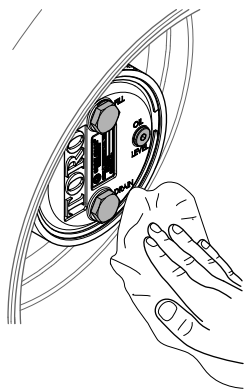

Рисунок 109
- Начисто протрите корпуса планетарного редуктора и тормоза (Рисунок 109).